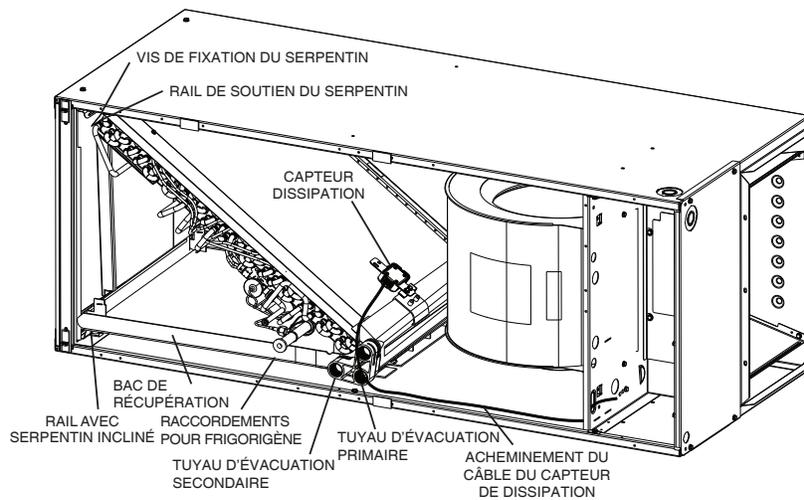

Figure 6 – Conversion en installation horizontale à droite – serpentin incliné
6. Posez le ventilo-convecteur sur son côté droit et réinstallez le serpentín en orientant le bac de récupération des condensats vers le bas (Figure 6).
8. Rebranchez le faisceau de câblage du capteur en suivant l'acheminement indiqué (Figure 6).